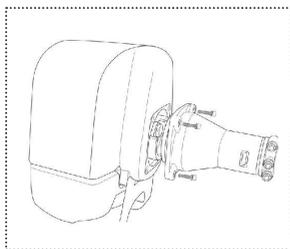

Рис. 2
1. С помощью четырех прилагаемых винтов прикрепить двигатель триммера к валу (рис. 2).